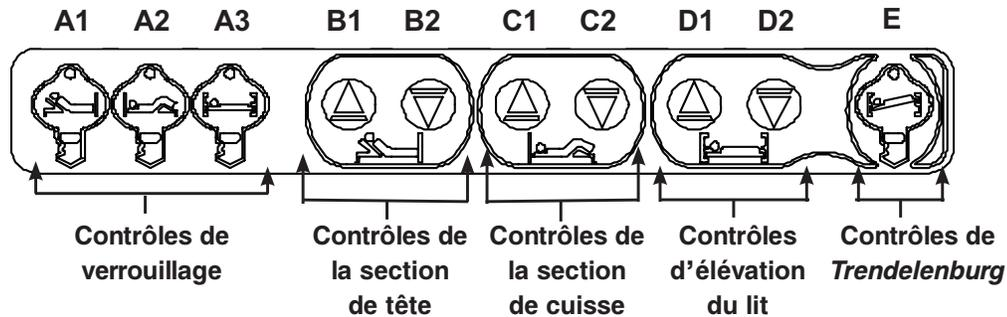

Figure 1
- Les trois contrôles de verrouillage (A1 à A3) tel qu'illustré dans la Figure 1 permettent de sélectionner un verrouillage des contrôles accessibles au patient et au personnel infirmier grâce aux panneaux de contrôle optionnels des côtés de lit ou à la télécommande de contrôle optionnelle. L'état du voyant associé à chaque contrôle indique si le contrôle est verrouillé ou non. Un voyant de couleur verte ("ON") indique que le contrôle est déverrouillé. Si le voyant n'est pas allumé ("OFF"), le contrôle est verrouillé.